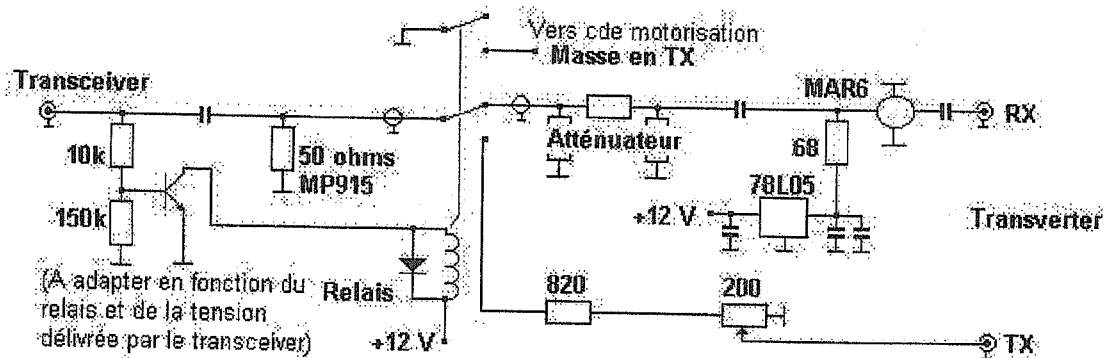
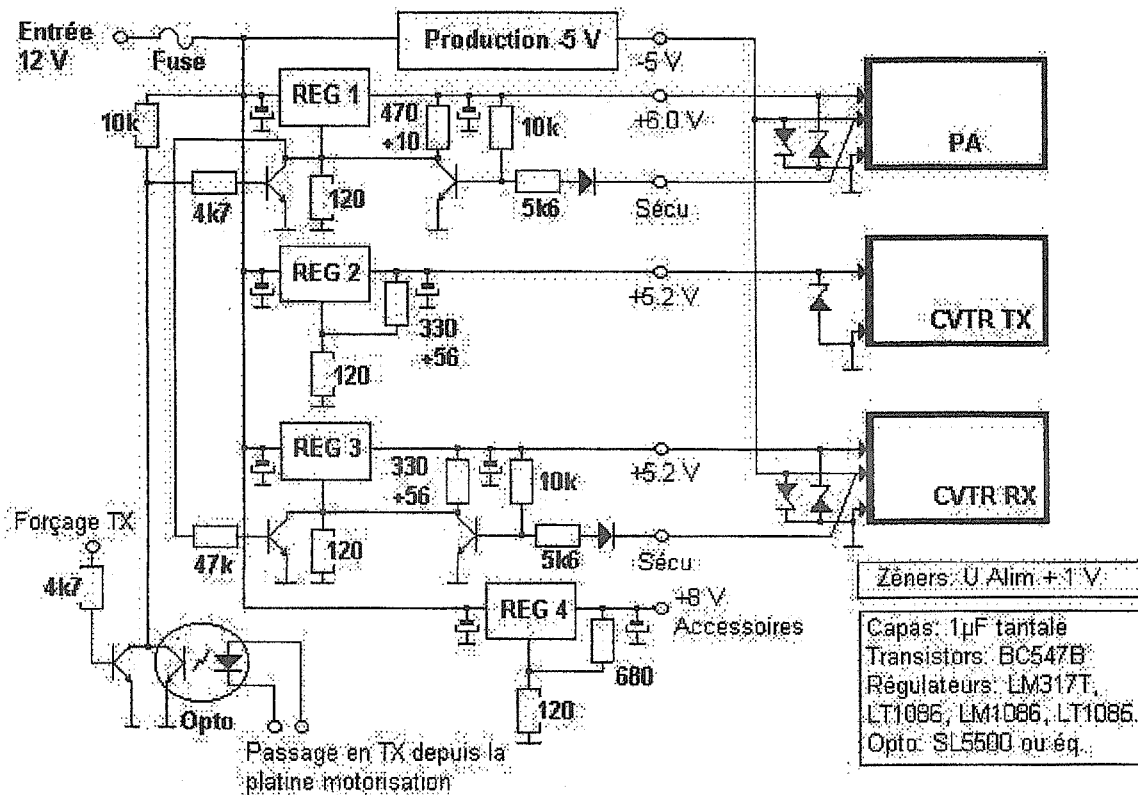

Figure 2: Interface Transceiver-Transverter
Figure 3: Schéma de principe de l'alimentation.
- **Interfacer le transceiver utilisé pour la FI sur les quatre points suivants (voir figure 2) :**
- **S'assurer de la compatibilité des modules convertisseurs (voir conseil de Cricri F1VL sur le site de F1CHF (2) et l'article de Dom F6DRO sur les modules réception (3), même procédure pour les modules émission):**
- i) La motorisation du relais (voir (4) et (5)).
- **Alimenter et commuter convenablement les modules du transverter (voir figure 3):**
A noter que l'interface RX/TX (détaillée à la figure 2) utilise la tension positive transmise en émission sur la sortie coaxiale de nos classiques IC402 ou FT790R (aux alentours de 8 V).
La figure 3 donne le schéma théorique du module qui distribue les alimentations et en assure la commutation. On notera la présence de diodes zéner sur les by-pass d'alim des modules afin de les protéger contre les pics de commutation ou la défaillance d'un régulateur. Les modules sont protégés également contre une défaillance du -5 V par un circuit simple et éprouvé: un transistor vient couper le régulateur positif en absence de tension négative. On peut utiliser comme régulateur de simples LM317T délivrant jusqu'à 1.5 A (pas besoin de « low-drop » car les tensions ici sont basses par rapport au +12 V d'alimentation), mais si on veut, on peut y mettre des LT1086 (LM1086) prévus pour 1.5 A également, ou des LT1085 (LM1085) pour 3A. Tous sont compatibles mécaniquement (boîtier TO220) et électriquement, sans modification de valeur de composants. La production du -5 V peut faire appel à plusieurs solutions (convertisseur intégré +12/-5 V, ou montage maison), l'essentiel étant qu'il puisse fournir au moins 100 mA de manière stable et propre. La transmission de la commutation émission entre la motorisation et le module alim est réalisée par commodité avec un optocoupleur (modèle quelconque : j'ai mis un SL5500, mais tout autre de caractéristiques voisines convient).